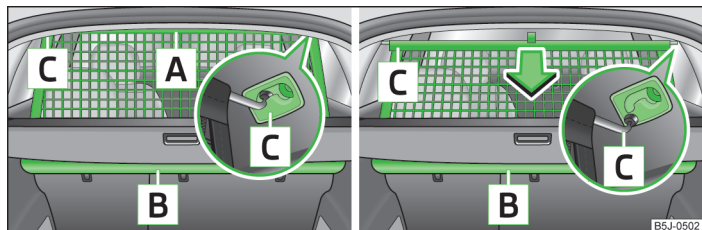
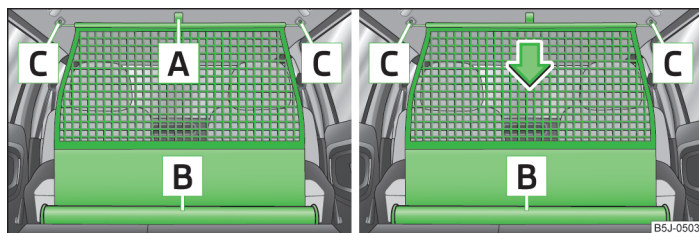

Fig. 54 Extraer/enrollar la red de separación
Fig. 55 Extraer/enrollar la red de separación
- ¡Asegurarse de que la barra transversal está insertada en los alojamientos [C] » fig. 54 de la página 64 o » fig. 55 de la página 65 en la posición delantera!
- Tirar de la red de separación por la lengüeta [A] » fig. 54 y sacarla de la caja [B] en la dirección de los alojamientos [C].
- Tirar de la barra transversal un poco hacia atrás, primero en un lado y seguidamente en el otro lado, y sacarla de los alojamientos [C] » fig. 54.
- Tirar de la red de separación por la lengüeta **A** » fig. 55 y sacarla de la caja **B** en la dirección de los alojamientos **C**.
- Tirar de la barra transversal un poco hacia atrás, primero en un lado y seguidamente en el otro lado, y sacarla de los alojamientos **C** » fig. 55.